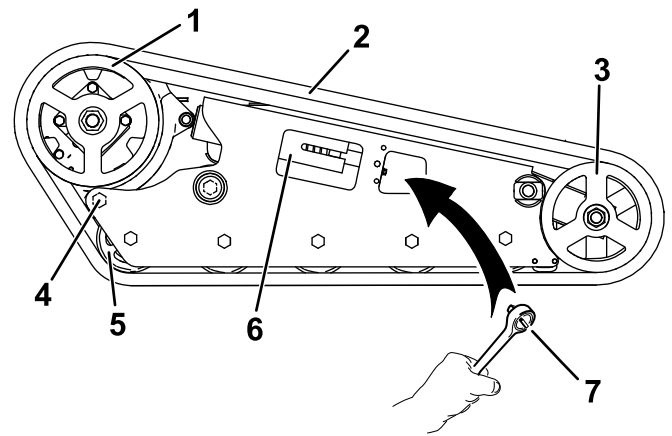

**Bild 64**
17. Schieben Sie den Fahrtriebshebel nach vorne, bis die eine Hälfte des Antriebsritzel in die Kette eingreift (Bild 64).